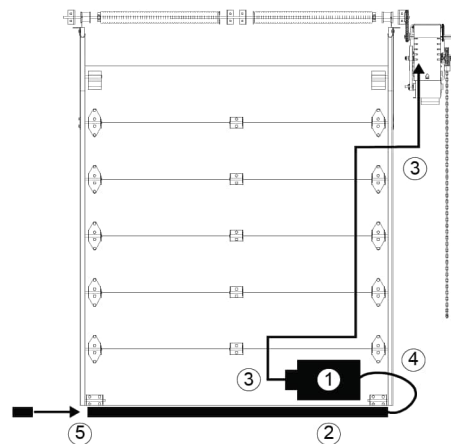

Figura 35 - Borde de detección
1. Colocar el interruptor de aire en posición, consultar la Figura 35.
1. Colocar la caja de conexiones en posición, consultar la Figura 35.